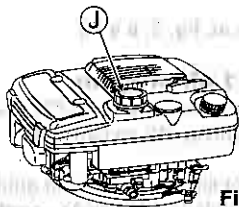

Fig. 9.
1 Abra a tampa do tanque de combustível (J) e abasteça com gasolina. Limpe Se derramar gasolina, seque imediatamente com um pano. (Veja a fig. 9.)